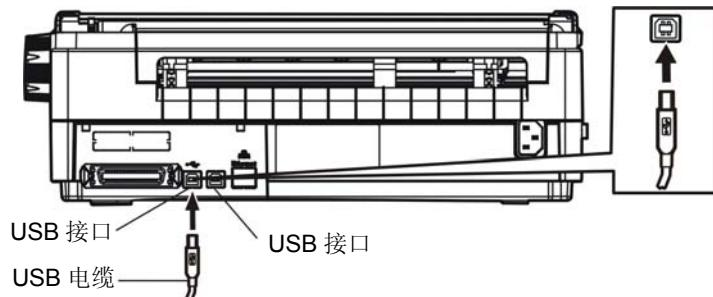

图 1-14 连接 USB 电缆
1. 将 USB 电缆的 A 端插头（扁型）插进计算机的 USB 接口插座中（如图 1-14 所示）。